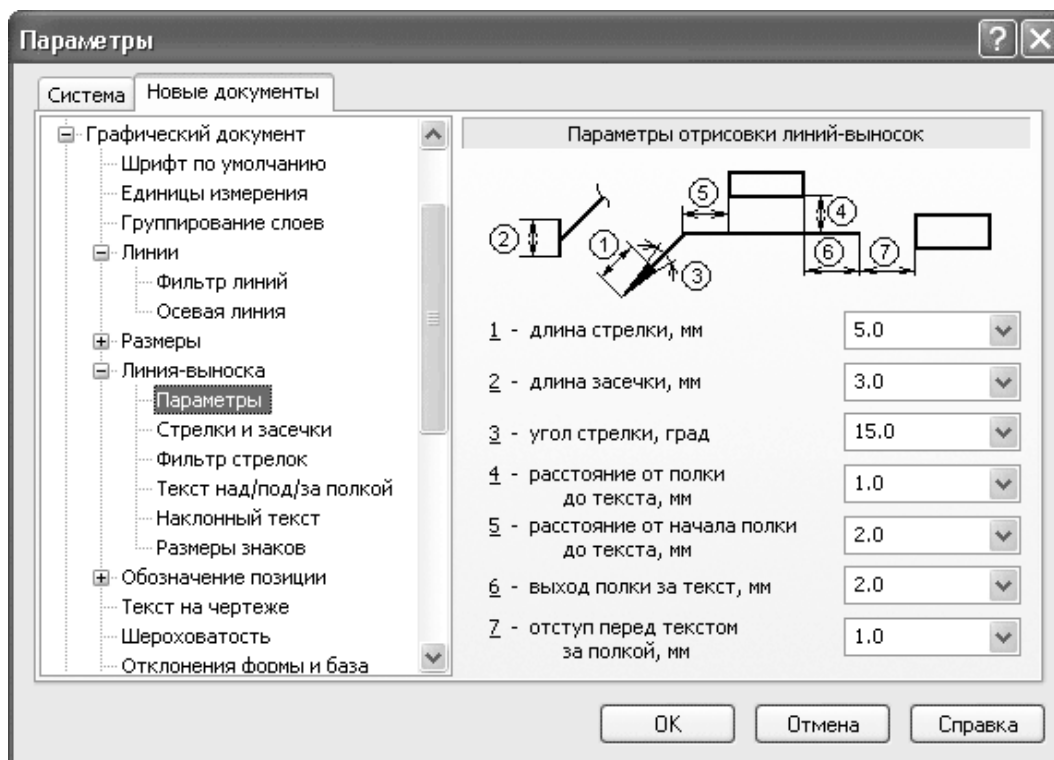

Рис. 1.66. Параметры отрисовки линий-выносок
• Линия-выноска – подобна группе Размеры и содержит параметры отображения линии выноски, то есть геометрические размеры стрелок (рис. 1.66), фильтр стрелок, шрифт текста, отображаемого над, под и за полкой линии выноски;